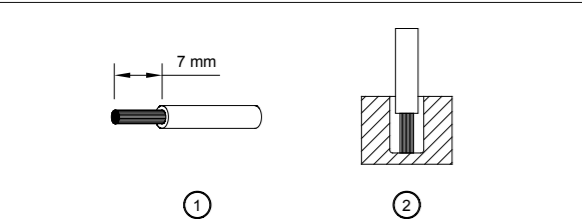

Figure 4
(1)	0,82-5,3	18-10	4,5	3,9
(2)	3,3-5,3	12-10	4,5	3,9
Um sichere und stoßfeste Anschlüsse gewährleisten zu können, sollte die Absisolierlänge 7mm betragen (siehe Abb. 4 (1)). Bitte sorgen Sie dafür, dass die Kabel vollständig in die Anschlussklemmen eingeführt werden, siehe Abb. 4 (2).